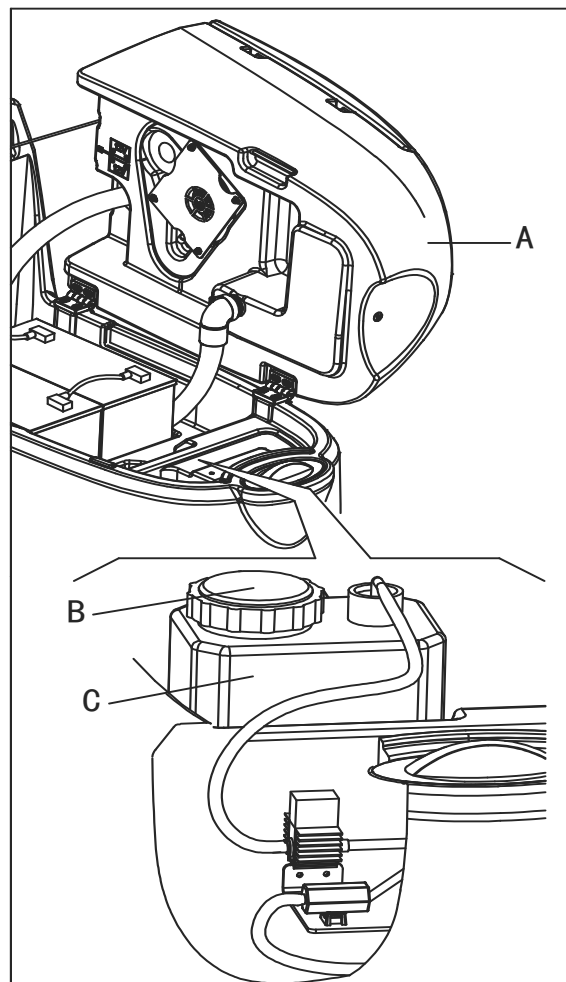

Figura 8
1. Deschideți capacul (E) și verificați să fie gol rezervorul de apă recuperată (F). Dacă nu e, goliți-l cu ajutorul furtunului de scurgere (G).
2. Cu atenție, răsturnați rezervorul de apă recuperată (A, Figura 8).
3. Deschideți capacul (B).
4. Înlocuiți sau umpleți vasul (C) cu un container standard de un galon de detergent adecvat pentru lucrarea ce urmează a se executa (detergenți foarte concentrați). Nu umpleți complet rezervorul de detergent, lăsați câțiva centimetri până la margine.